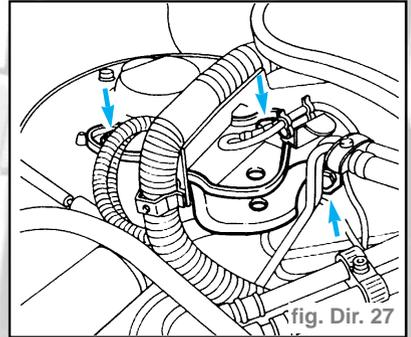

fig. Dir. 27
- dévisser les vis de fixation de l'étrier du tirant à la coque et enlever l'étrier (fig. Dir. 27).